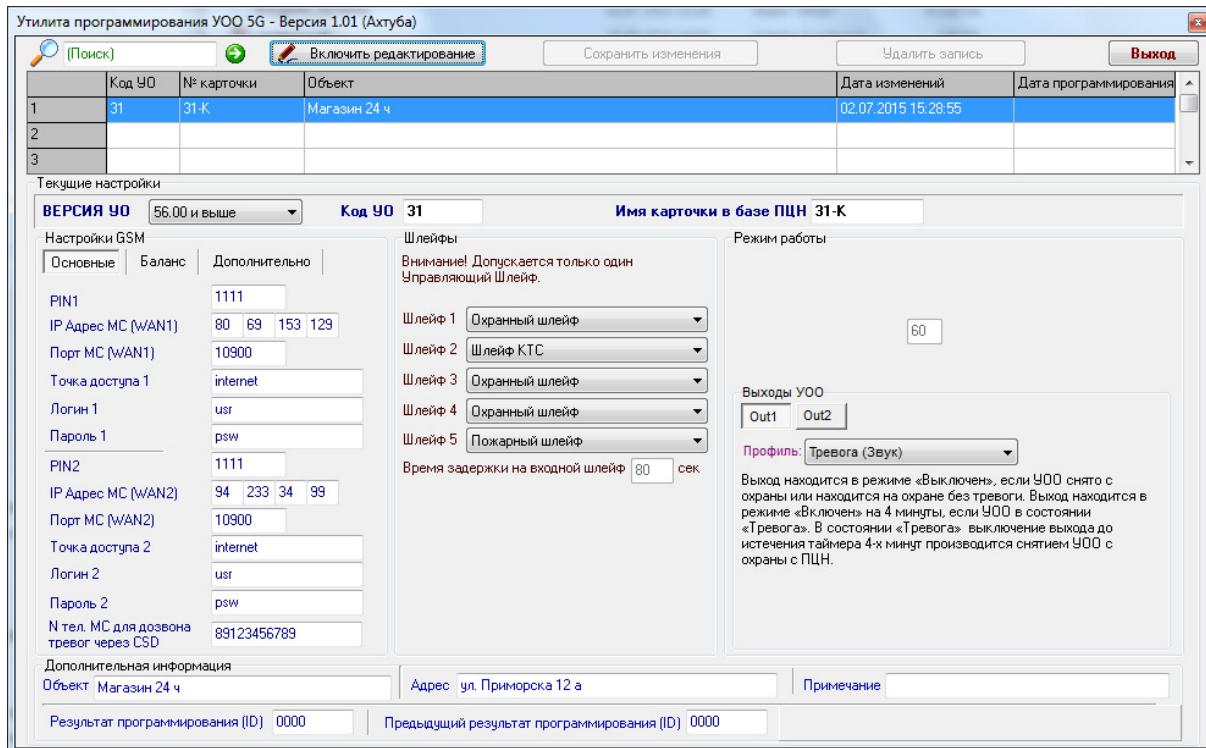

Рисунок 1. Программирование УОО.
5.4 Включите питание на УОО и запустите утилиту «Prog_5g_Ahtuba.exe» (см. рисунок 1). Утилита может содержать несколько тысяч записей, каждая из которых соотносится с реальным УОО. Для программирования конкретного УОО необходимо использовать любую свободную строку записи с пустыми полями. Нажмите кнопку «Редактирование», чтобы включить режим редактирования полей, в которые необходимо ввести и сохранить данные, полученные от инженера ПЦН «Ахтуба».